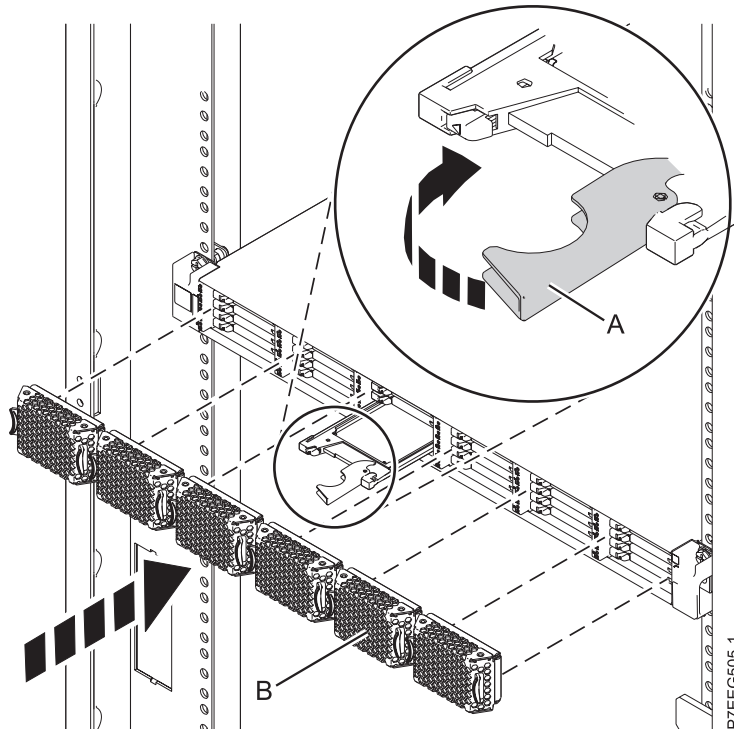

Figure 11. Installation d'une unité SSD dans le boîtier de stockage PCIe 58/88
1. Avec la poignée en position déverrouillée, alignez l'unité SSD avec les rails de guidage dans le boîtier. Voir figure 11, à la page 21.
3. Tournez la poignée de verrouillage (A) pour la mettre en position verrouillée, comme indiqué à la figure 11, à la page 21.
4. Installez le panneau (B).